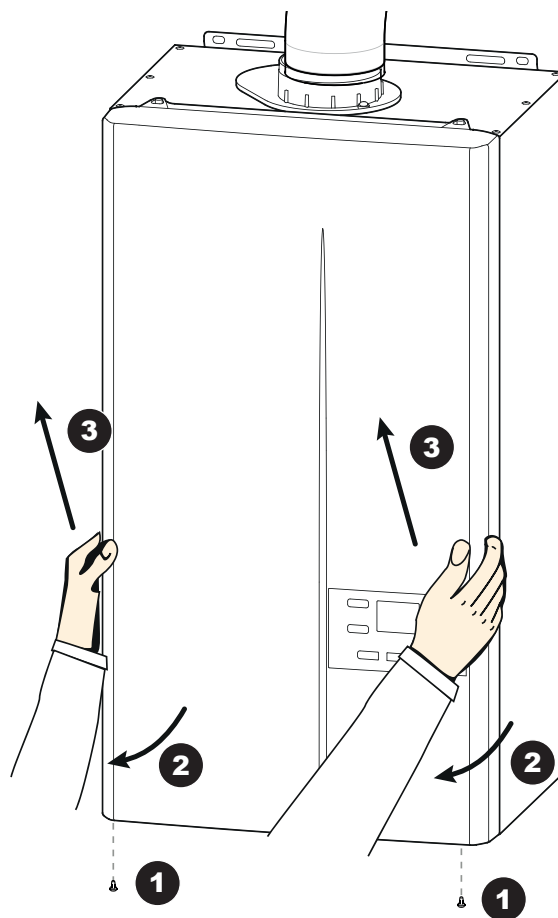

fig. 27 - Dépose de la façade
- Déposer la façade (voir fig. 27, page 44).